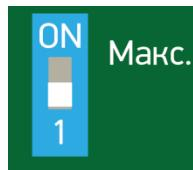

Рисунок 7.2
7.2.2.2 Для включения нижнего диапазона чувствительности устанавливают переключатель в нижнее положение (положение «I») (рисунок 7.2).